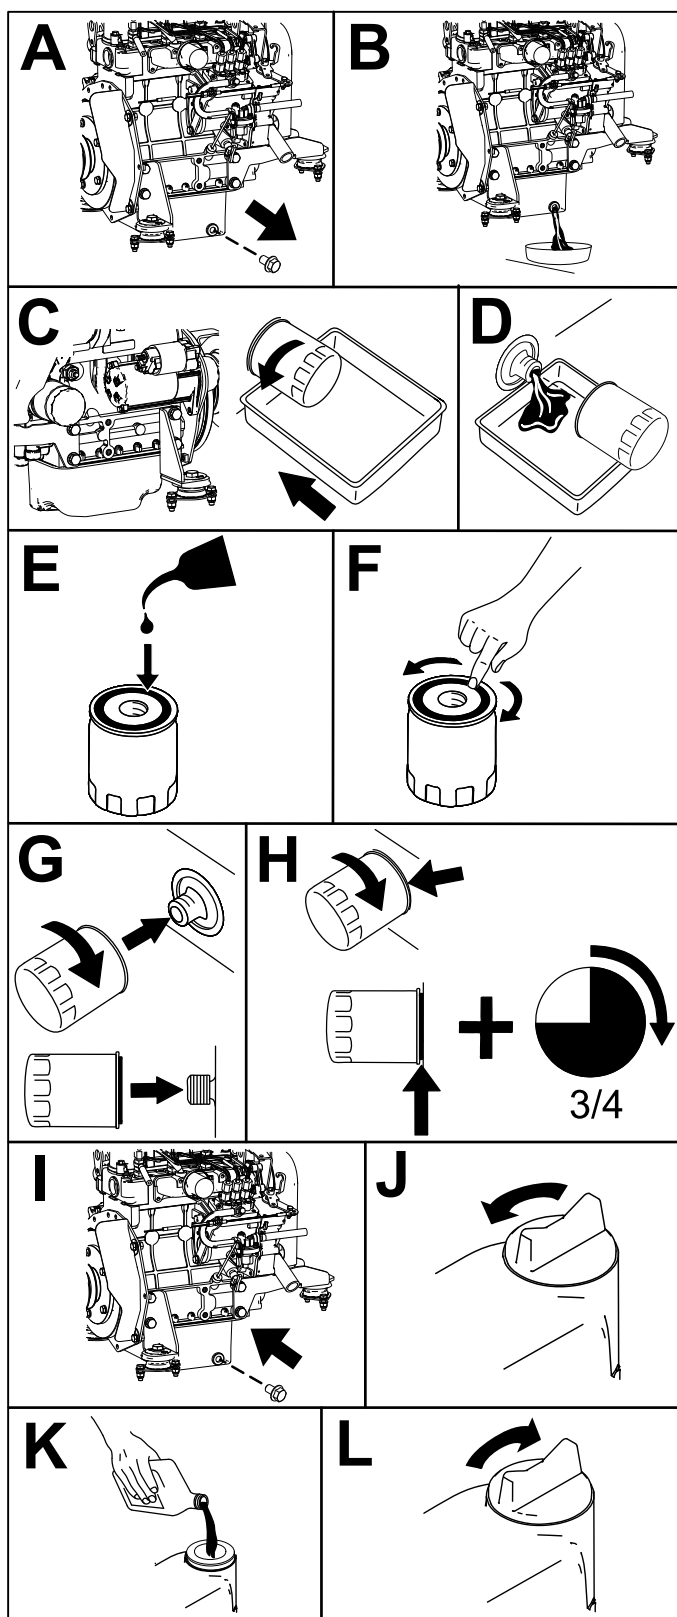

Figure 57
6. Vidangez l'huile moteur et remplacez le filtre à huile moteur comme montré à la Figure 57.